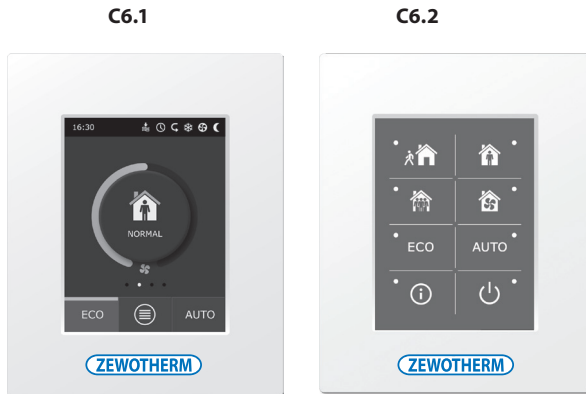

Abb. 2.1. Bedienfeldauswahl
Das Lüftungsgerät kann mit einem der folgenden Steuerungspanel betrieben werden (Abb. 2.1).
* Nur auf dem Steuerungspanel C6.1 (siehe Abb. 2.1).